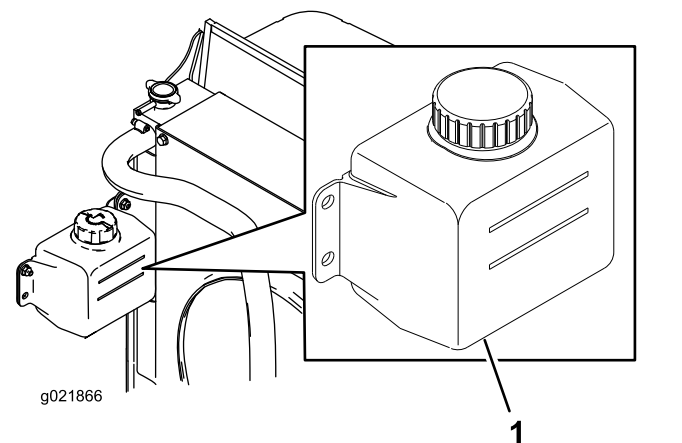

Figure 69
1. Vérifiez le niveau du liquide de refroidissement dans le vase d'expansion (Figure 69).